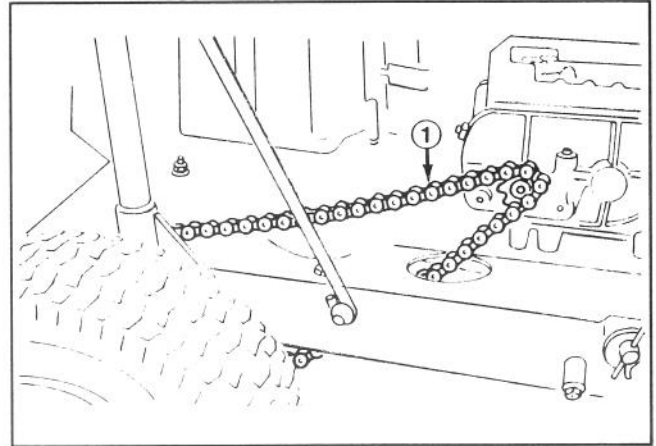
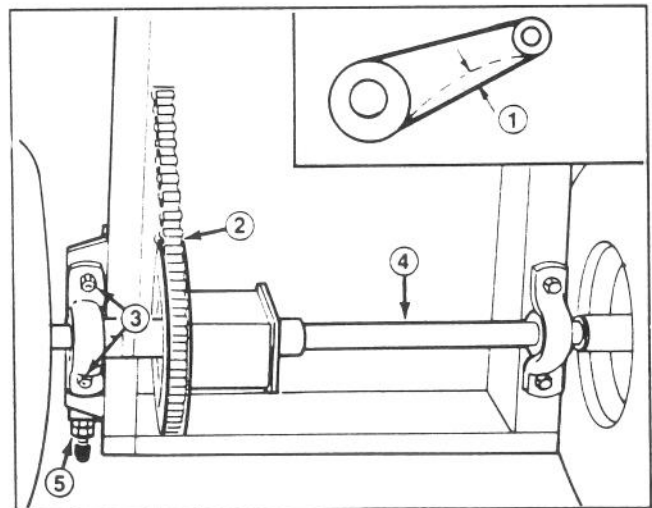

Figure 22
Figure 23
2. Vérifier la déflexion de la chaîne de transmission en tirant dessus ou en appuyant légèrement au milieu de la portée (Fig. 22). La déflexion totale devrait faire 3 mm (Fig. 23). Si la déflexion n'est pas satisfaisante, un réglage est nécessaire – étapes 2 à 13.
7. Desserrer les quatre écrous à embase retenant les supports avec essieu différentiel au châssis de la machine (Fig. 23).
8. Desserrer le contre-écrou arrière sur le tendeur de la chaîne (Fig. 23).
11. L'essieu différentiel devant être parallèle à l'arrière du châssis, mesurer la distance du centre des supports à l'arrière du châssis (Fig. 23). La différence entre les deux mesures ne doit pas être supérieure à 3 mm. Si elle l'est, l'essieu différentiel n'est pas parallèle avec le châssis et doit donc être réglé.